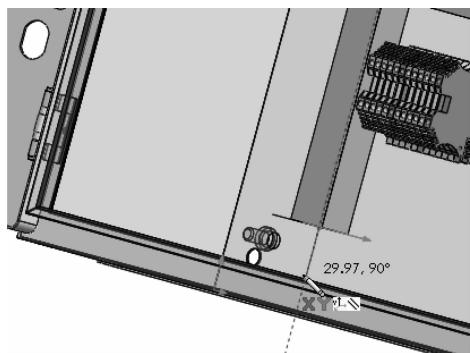

图14-6 绘制直线
**步骤7 绘制直线** 草图会自动激活，草图EW\_PATH1被创建并打开。单击【直线】命令，创建如图14-6所示的草图。